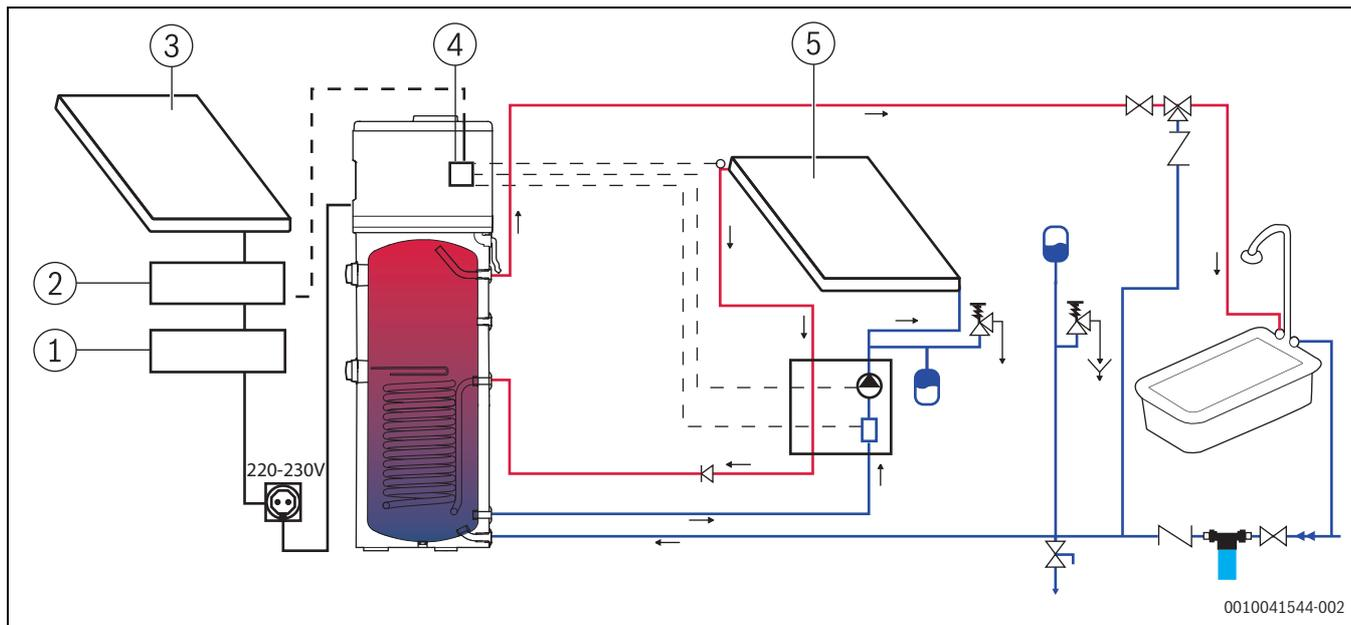
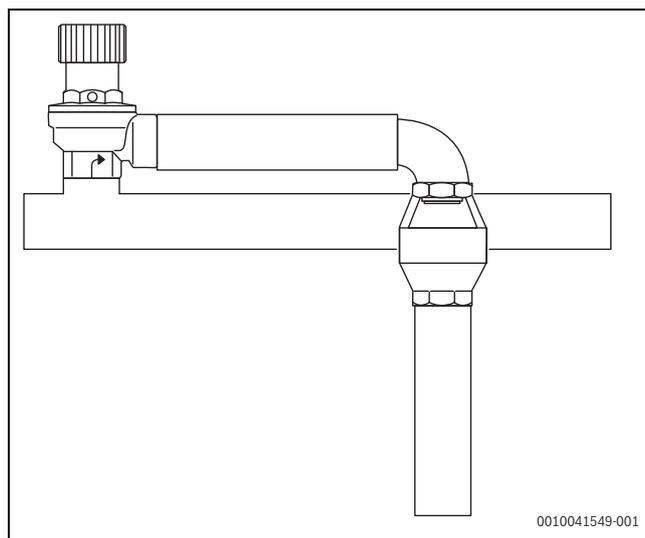

Fig. 35
Fig. 36 Recipiente di raccolta
L'installatore dell'impianto è tenuto a inserire una valvola di sicurezza da 8 bar nel tubo di alimentazione di acqua fredda sanitaria (fig. 35, Tab. 14 "Spiegazione dei simboli"). È vietata la presenza di qualsiasi valvola o rubinetto di intercettazione tra l'accumulatore di sicurezza e il corpo bollitore/accumulatore.
**i** Il tubo di scarico condensa collegato alla valvola di sicurezza deve essere installato con pendenza discendente continua. Deve inoltre essere installato in un luogo protetto contro la formazione di ghiaccio (fig. 35, Tab. 14 "Spiegazione dei simboli"). È obbligatorio l'uso di un recipiente di raccolta (fig. 36)